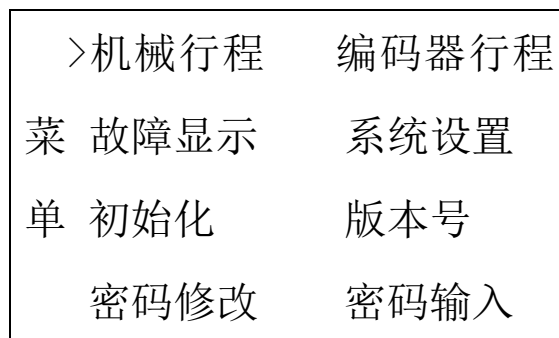

图 2-3
1).在主界面中按下确定键进入主菜单界面，主菜单中有八个二级菜单，如图 2-3 所示。在主菜单中再次按下菜单键则返回主界面（设置密码后，必须在菜单中的“密码输入”功能先输入密码然后才能修改）。